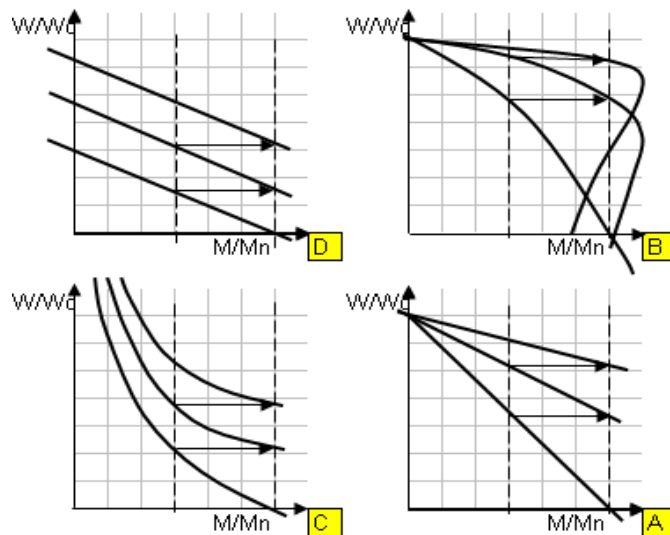

Рис.6. Механические хар-ки при реостатном регулировании
9. Механические характеристики при реостатном регулировании скорости (рис.6) двигателя постоянного тока независимого возбуждения